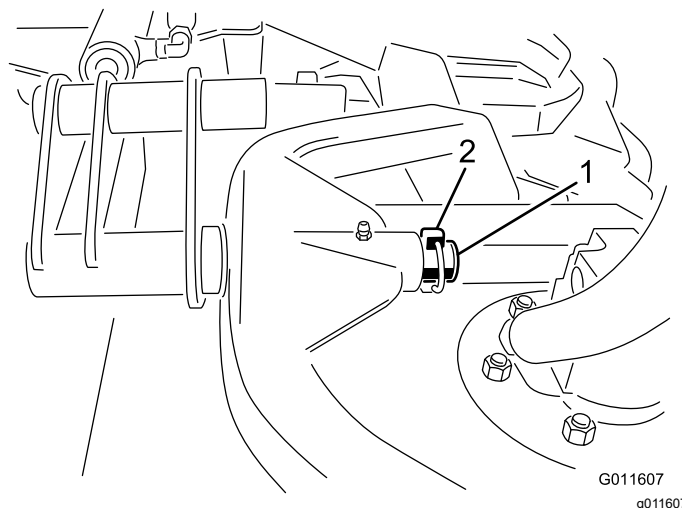

Figura 4
3. Deslize a estrutura de suporte da plataforma para o pino da articulação do braço de elevação e prenda-a com o pino de sujeição (Figura 4).